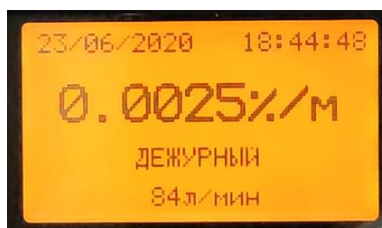

**Рис. 3. Органы управления и индикации извещателей
4.2 На рис. 3, 4 приведены органы управления и индикации извещателя. Каждый извещатель имеет встроенный оптический индикатор напряжения питания зеленого цвета (5), индикатор «Неисправность» желтого цвета (4), индикаторы «Внимание» (3), «Пожар 1» (2) и «Пожар 2» (1) красного цвета.
Извещатели ИП 233-3 «ИОНОСЕНС» ИПДА-1Д, ИП 233-4 «ИОНОСЕНС» ИПДА-1Д ТУРБО имеют монохромный графический ЖК-дисплей разрешением 128x64 с подсветкой (6) и мембранную клавиатуру (7) с четырьмя кнопками навигации, с кнопкой «ОК» и с кнопкой «ESC» (рис. 3). Конфигурирование, мониторинг и просмотр записей журнала событий данных исполнений извещателей производится непосредственно с панели управления или при подключении к компьютеру через разъем USB (тип B) с использованием программы конфигурирования и диагностики «NewIPDA».